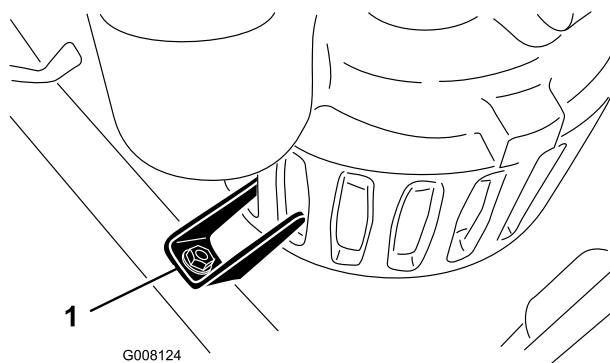

Figura 16
13. Inserite la pompa nel telaio e fatela scivolare in avanti, finché la linguetta di tenuta va a posizionarsi nelle scanalature della pompa (Figura 16).